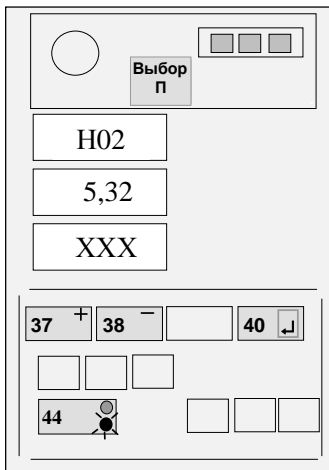

Рисунок 13
4.5.4. Нажимая кнопку ВЫБОР "П" (36), установить на верхнем ИЖЦ код "H02" (индикация вылета стрелы; см. рисунок 13).
4.5.5.3. Изменяя положение датчика угла наклона стрелы, добиться отображения на среднем ИЖЦ значения вылета, указанного в правом столбце таблицы 3 (см. рисунок 13) для установленного значения вылета по рулетке.